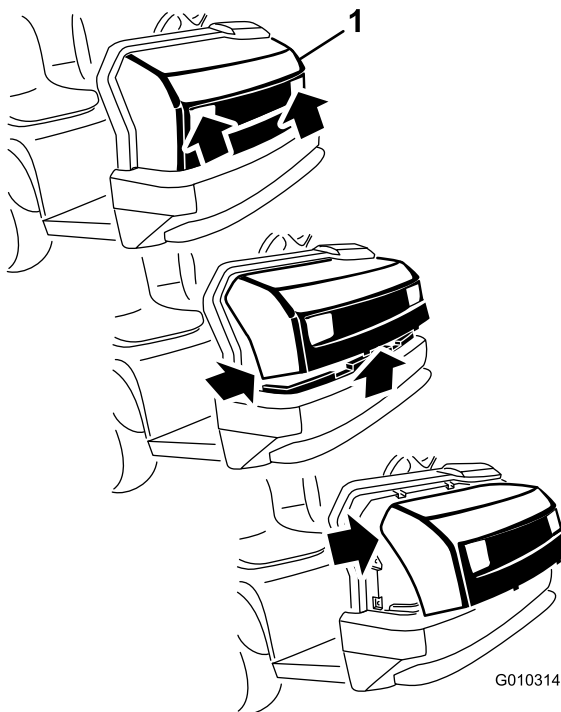

**Figura 37**
- Il punto di sollevamento della parte anteriore della macchina si trova sotto il supporto anteriore centrale del telaio (Figura 36), mentre quello della parte posteriore si trova sotto l'assale (Figura 37).